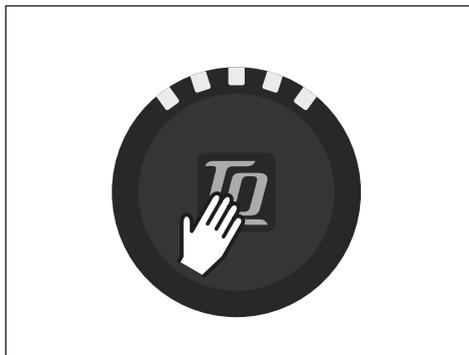

Fig. 3: Pulsante su Display
- ▶ Accendere l'unità motrice **brevemente** premendo il pulsante (vedere Fig. 3) su Display.
- ▶ Spegneri l'unità motrice **premendo a lungo** il pulsante (vedere Fig. 3) sul Display.